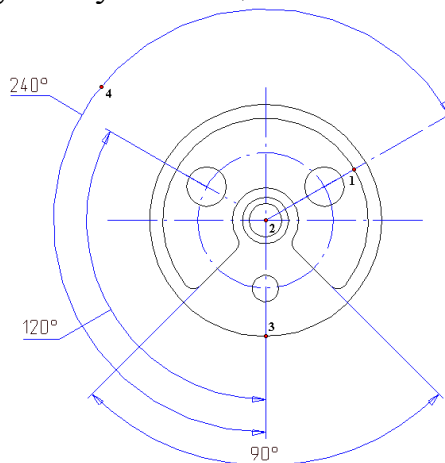

Рисунок 1.18 – Проставляння кутових розмірів
2. Підведіть курсор до точки 1 (рис. 1.18) і одночасно натисніть ліву і середню кнопки миші. Курсор переміститься у точку 1. Клацніть лівою кнопкою миші.